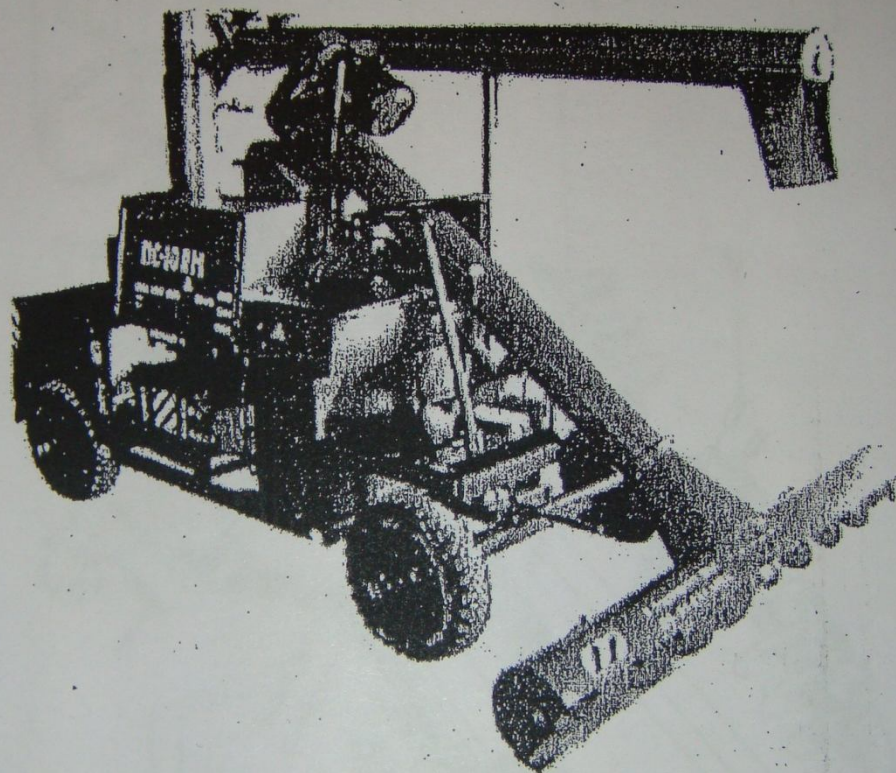

Рис.3.1
3.1 Протравливатель семян универсальный ПС-10АМ (рис. 3.1) представляет собой автоматическую самоходную установку с электроприводом основных механизмов: